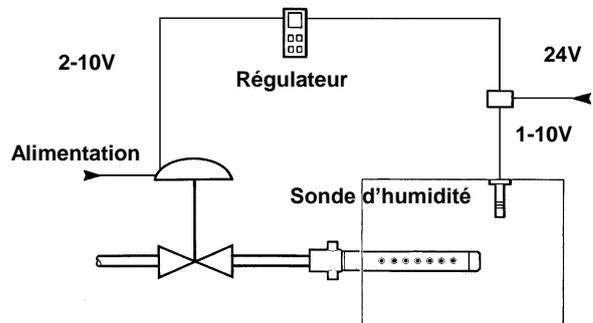

Fig.21 Vanne de régulation avec servomoteur électrique
- 3.11.4. Fig.21: Régulation électrique